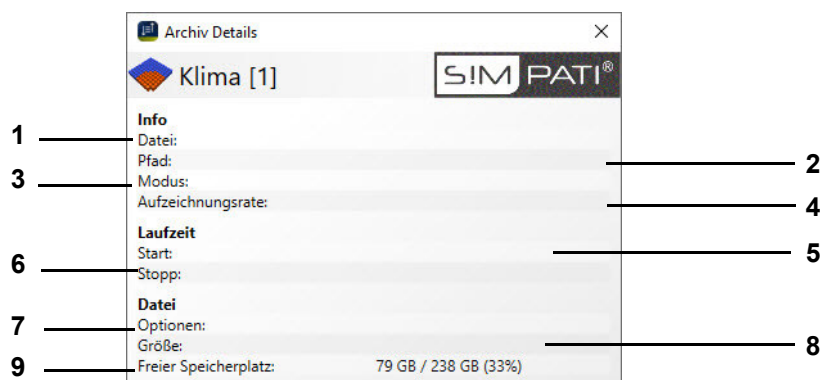

Fig. 10-5 Fenêtre d'informations à propos de l'archivage en mode automatique / mode programme
- 12 Si l'essai est enregistré, un menu dans lequel figurent les informations sur l'archivage est également disponible → Fig. 10-5 »Fenêtre d'informations à propos de l'archivage en mode automatique / mode programme« (page 92).